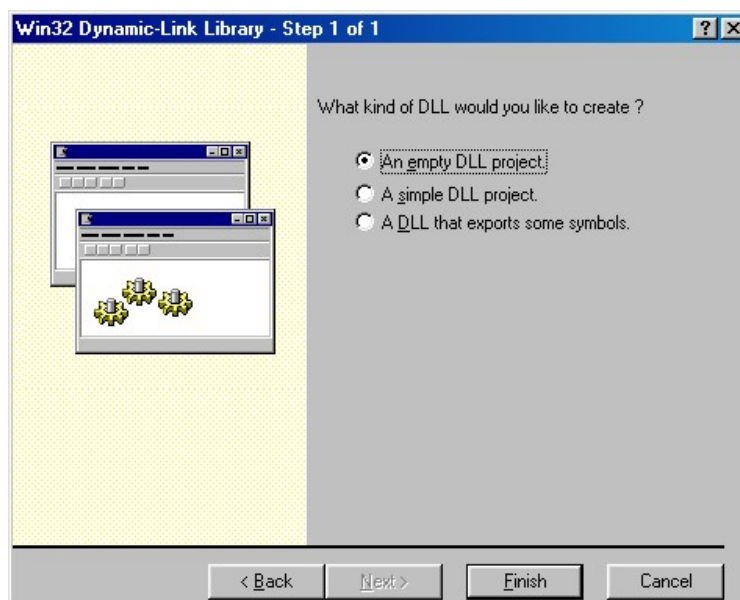

Figura 1.11.2. Paso 1 de 1 del asistente de Win32 Dynamic - Link Library.
6. Seleccione como tipo de DLL a crear la opción de **Un proyecto de DLL vacío** (An empty DLL project) como se muestra en la figura 1.11.2.